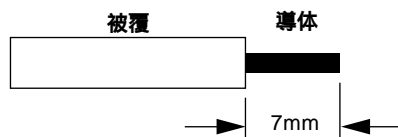

図3.27 変換器内の配線端末処理
- (1) ケーブルの端末処理を行なってください。被覆剥離長さを7mmにします。（図3.27参照）
- (2) ケーブルの端末処理を行ってください。被覆剥離長さを7mmにします。(図3.27参照)